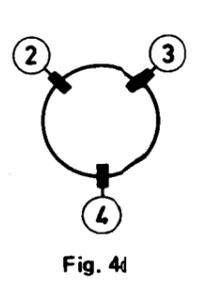

Fig. 4d
- La convergenza dinamica viene regolata ribaltando l'unità di deflessione in senso verticale e orizzontale. Onde fissare l'unità di deflessione nella corretta posizione, interporre tre cunei di gomma tra il vetro del cono del cinescopio e l'unità di deflessione come indicato nella Fig.4d o 5d. Questi cunei sono disponibili in due spessori. Il cuneo dello spessore di 7 mm è disponibile al numero 4822 462 40356 e dello spessore di 11 mm al numero 4822 462 40357.
- Togliere il cuneo ① in modo da ottenere la situazione illustrata nella Fig.4d o 5d.